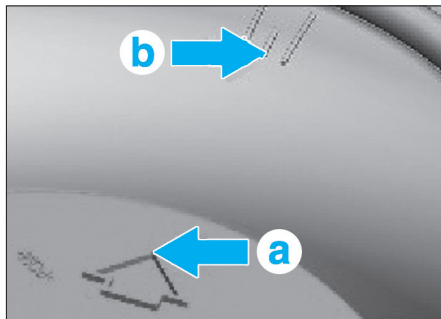

Fig. 32
- Remplacer le joint d'étanchéité ainsi que la bague-écrou (5).
- Reposer l'ensemble pompe d'alimentation/jauge à carburant sur le réservoir en faisant coïncider les repères (a) et (b) (Fig.32).